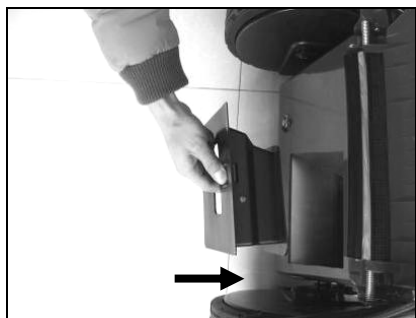

Fig 7A
2. Empuje la cuña de trituración en la cubierta. Bloquee la cuña de trituración con el pulsador que se encuentra en la cubierta. (Fig. 7A/Fig. 7B)